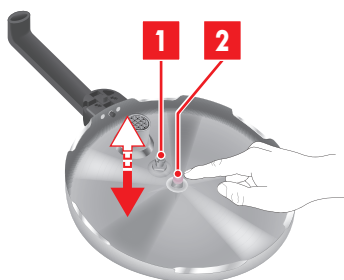

Abb. 8: Veiligheidscontroles
1. Controleer het veiligheidsventiel (afb. 8/1) en de drukweergave (afb. 8/2) op ongehinderd bewegen.